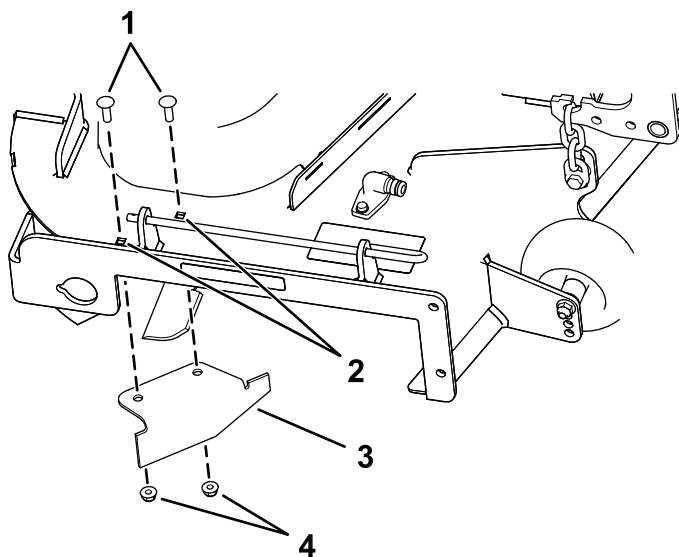

Figura 31
9. Localice el tabique en la bolsa de piezas sueltas y retire las fijaciones de los taladros traseros de la placa de descarga (Figura 31).